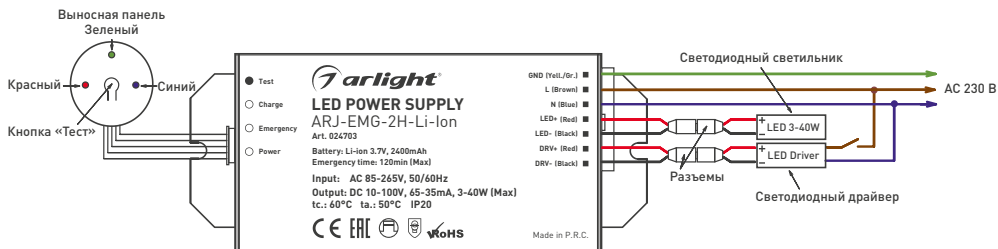

Рисунок 1. Стандартная схема подключения.
- 3.4. Подключите к источнику питания провода, постоянно подключенные к сети ~230 В: «L» (фаза) – коричневый провод, «N» (ноль) – синий, «Ground» (заземление) – желто-зеленый, см. Рисунок 1.